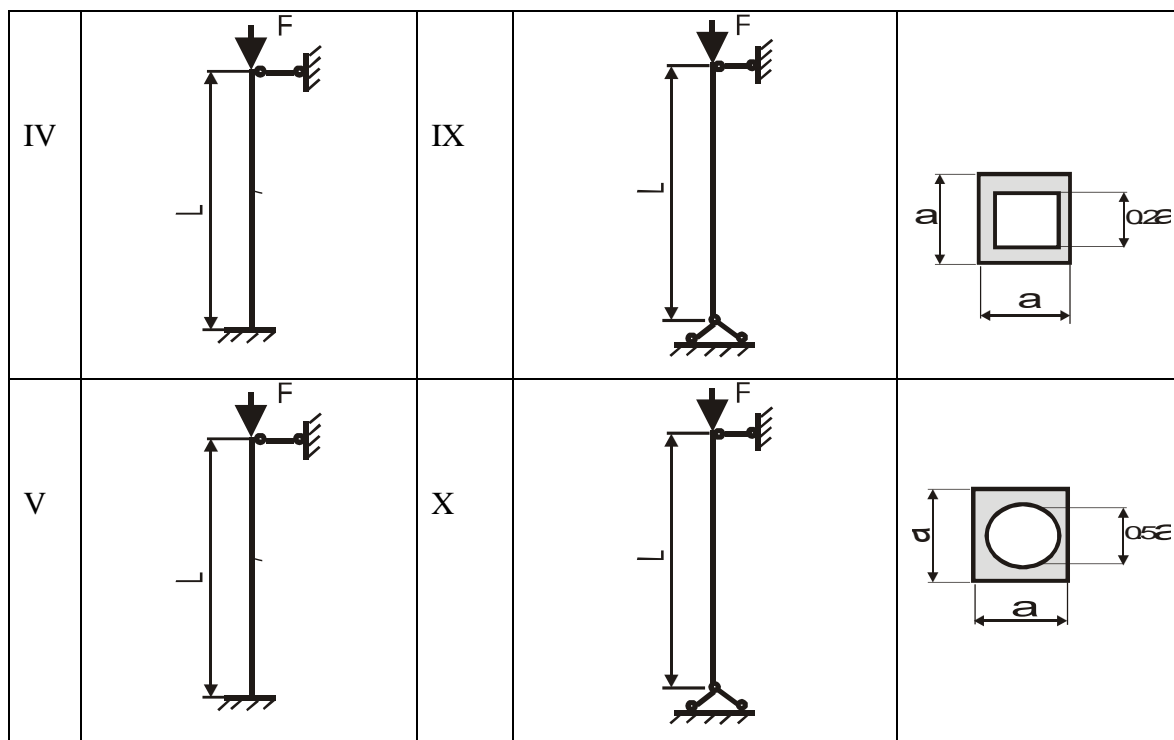

Рис. 4
**Задача 4.** Стальной стержень длиной  $L$  сжимается силой  $F$  (рис. 4). Стержень имеет различные схемы закрепления концов (два типа) и различные формы поперечного сечения (пять видов). Всего десять типов задач. Для схем I - V, коэффициент приведения длины  $\mu = 2/3$ , для схем VI- X,  $\mu = 1$ . *Требуется:* 1) найти размеры поперечного сечения при допуске напряжении  $[\sigma] = 160$  Мпа ( $16 \text{ кН/см}^2$ ) (расчет производить последовательными приближениями, предварительно приняв величину коэффициента  $\phi = 0,5$ );